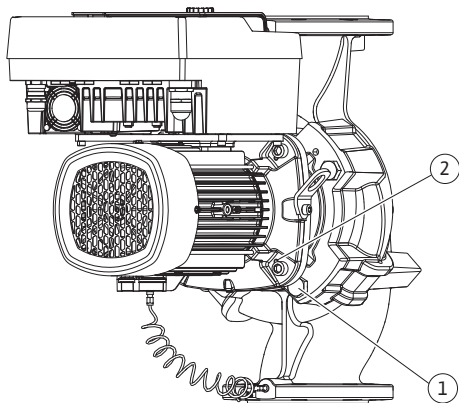

Fig. 111: Vytlačení smontované jednotky závitovými otvory (v závislosti na typu čerpadla)
23. Odtlačte smontovanou jednotku z tělesa čerpadla. Použijte k tomu dva závitové otvory (viz Fig. 111, poz. 1).
33. K odsunutí smontované jednotky tělesa čerpadla použijte dva závitové otvory vedle něj (Fig. 111, poz. 1) a použijte stávající nebo vhodné šrouby, které si zajistí zákazník (např. M10 x 25 mm).